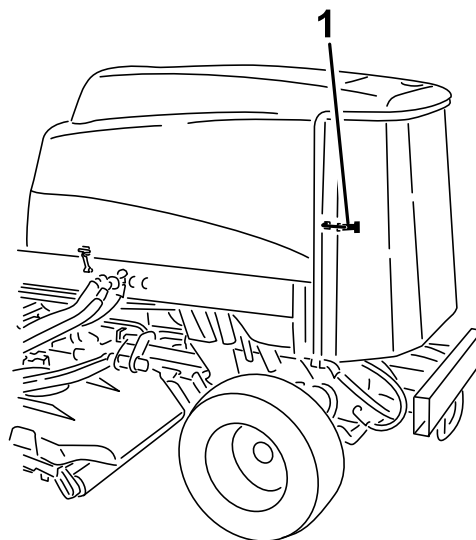

**Figura 117**
3. Desprindeți și deschideți prin pivotare ecranul spate (Figura 117).